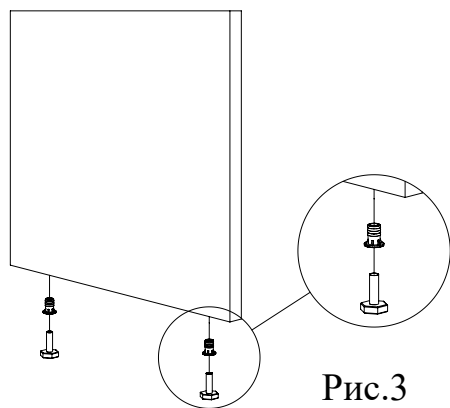

Рис.3
4. В детали 1, 2, 3 установите муфты забивные для опоры. В муфты вкрутите опоры регулируемые М6 (Рис. 3).